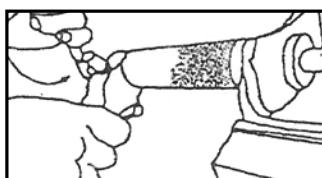

FIG 3
premere l'interruttore di pressione (3) per immettere in modo continuo la pressione nel tubo a pressione, quindi ruotare semplicemente la campana del freno con la leva (4). Vedere la FIG 3 (Prima di verificare la direzione corretta destrorsa o sinistrorsa, ruotare la leva per bloccare la campana del freno. Inoltre, premere l'interruttore di pressione in modo che lo strumento abbia una pressione sufficiente che gli impedisca di fuoriuscire.